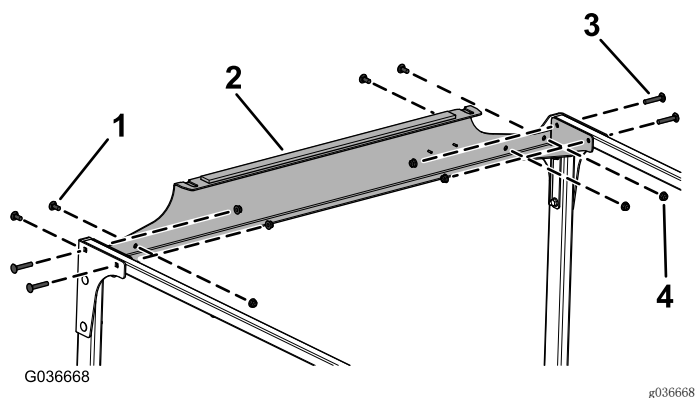

图10
9. 如图10所示, 用 4 个托架螺栓 (5/16 x 1 1/4 英寸) 和 8 个凸缘螺母 (5/16 英寸) 将后交联松松地安装到交联管和后安装板上。